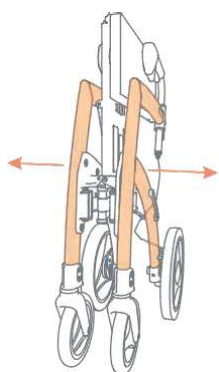

Figura 10: Desplegar tirando del marco hacia el exterior.
- Separe los lados del marco del Rollz Motion Electric hasta que se despliegue casi por completo (**Figura 10**).